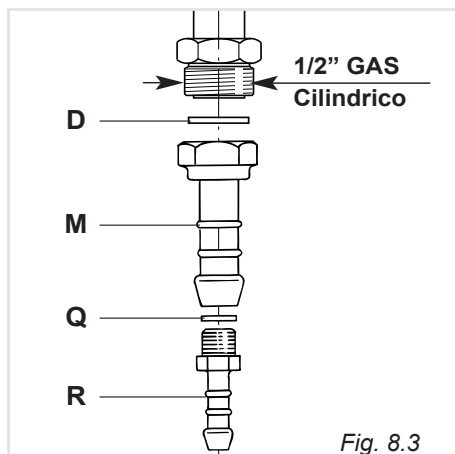

Fig. 8.3
Il gruppo di raccordo (fig. 8.3) si compone di:
- Montare il raccordo portagomma "M" interponendo la guarnizione di tenuta "D" (fig. 8.3).
- Montare sul portagomma "M" la riduzione "R" con interposta la guarnizione "Q" (fig. 8.3).
sario togliere il portagomma "M" (fig.8.3) ed avvitare direttamente sul condotto gas dell'apparecchio il terminale del tubo metallico interponendo la guarnizione "D" (fig.8.4).